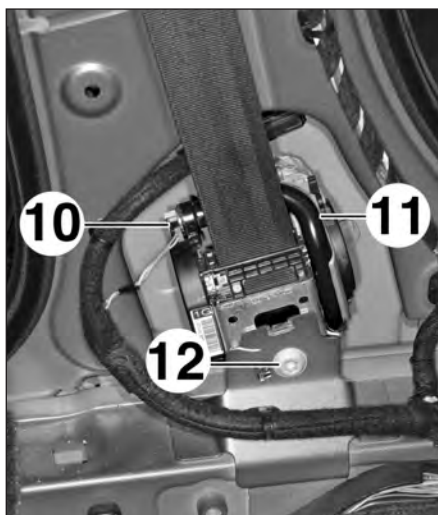

FIG.26
- Débrancher le connecteur (10) de l'enrouleur (11) (Fig.26).
- la vis (12),
- l'enrouleur (11),